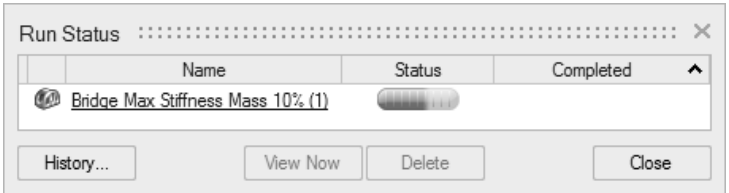

图 4-54
5) 单击 Run 按钮来运行优化, 弹出另一个优化运行状态窗口, 其中含有显示此次运行状态的进度条 (括号中的数字为计数器, 每次运行新优化时该计数器均会增加一次), 如图 4-54 所示。